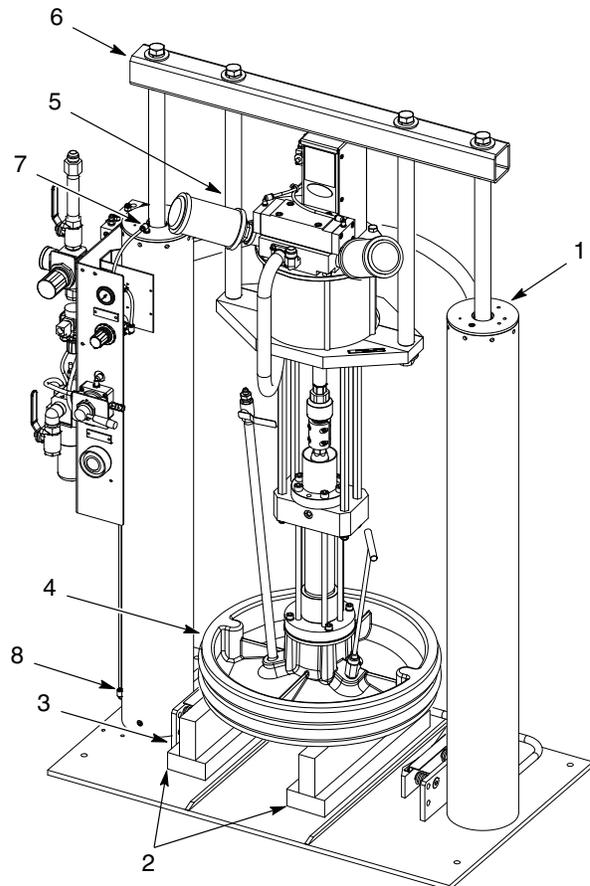

Figura 1 Bloccaggio della piastra di pressione
1. Vedi figura 1. Con i blocchi (2) bloccare la piastra di pressione (4) abbastanza in alto, così da tenerla lontana dai piedi del dispositivo di fissaggio in basso del fusto (3). Assicurarsi che il gruppo piastra di pressione/motore aria sia fisso per evitare che si rovesci.
2. Togliere qualsiasi dispositivo o braccio installati sopra le teste di cilindri (1), aste di montaggio (5) e barra sopraelevata (6).